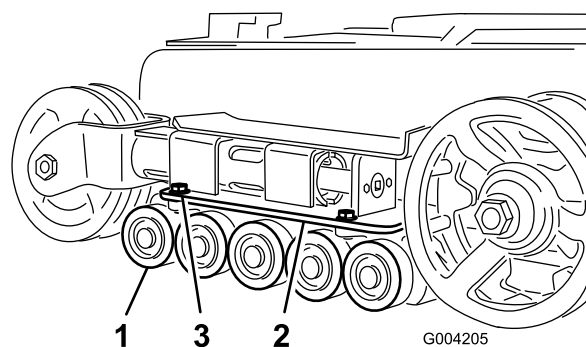

Рисунок 51
2. Отвинтите 4 болта, которые крепят нижнюю направляющую каждой гусеницы, которая включает в себя опорные катки, и снимите их (Рисунок 51).